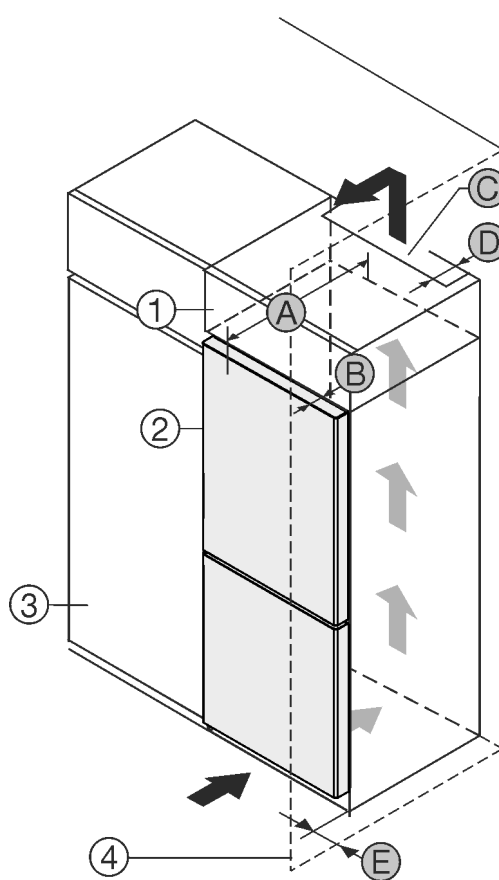

Fig. 1
Můžete přístroj nainstalovat přímo vedle kuchyňské skřínky Fig. 1 (3)\*
Na zadní straně nastavné skřínky musí být větrací šachta hluboká Fig. 1 (6) přes celou šířku nastavné skřínky.\*
Pod stropem místnosti musí být dodržen ventilační průřez Fig. 1 (6)\*
Když přístroj instalujete závěsy vedle stěny Fig. 1 (4), musí být vzdálenost mezi přístrojem a stěnou minimálně 13 mm.\*
Když přístroj instalujete závěsy vedle stěny *Fig. 1 (4)*, musí být vzdálenost mezi přístrojem a stěnou minimálně 20 mm.\*
Aby bylo možné dvířka plně otevřít, musí přístroj přesahovat o hloubku dvířek *Fig. 1 (B)* vůči přední linii kuchyňské skříňky. V závislosti na hloubce kuchyňských skříněk *Fig. 1 (3)* a použití vymezovačů odstupu od stěny může přístroj vyčnívat dále.\*